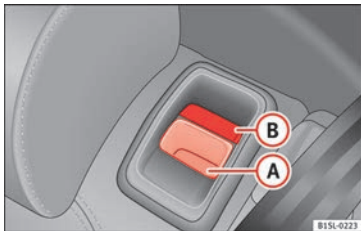

Abb. 136 Rücksitz: Entriegelungstaste (A); rote Markierung (B).
- Entriegelungstaste » Abb. 136 (A) nach vorn ziehen und gleichzeitig die Rücksitzlehne vorklappen.
- Die Rücksitzlehne ist entriegelt, wenn eine rote Markierung an der Taste (B) zu sehen ist.